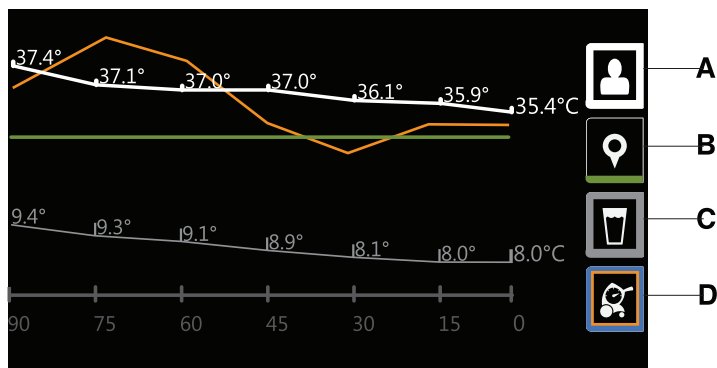

Рисунок 12-18: Графический дисплей
- Значение основной температуры пациента, поступающее от подключенного датчика (A) (Рисунок 12-18 на странице 12-37)
- Промежуточная заданная температура (B)
- Температура воды (C)
- Уровень питания (D)